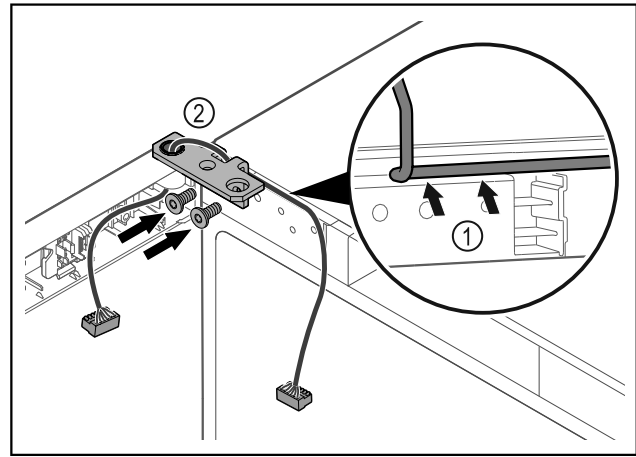

Fig. 45
- ▶ Kabel durch die Ausparung des Scharnierwinkels führen und vorsichtig verlegen Fig. 45 (1).
- ▶ Scharnierwinkel Fig. 45 (2) anschrauben.